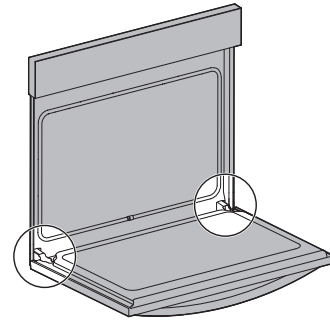

Figure 17: Emplacement de la charnière de la porte
1. Ouvrez complètement la porte du four, parallèlement au sol (Figure 17).
3. Ouvrez complètement la porte du four (parallèlement au sol (Figure 17).
4. Poussez les verrous des charnières de droite et de gauche vers le haut et dans le cadre du four jusqu'à ce qu'ils soient en position verrouillée (Figure 17).